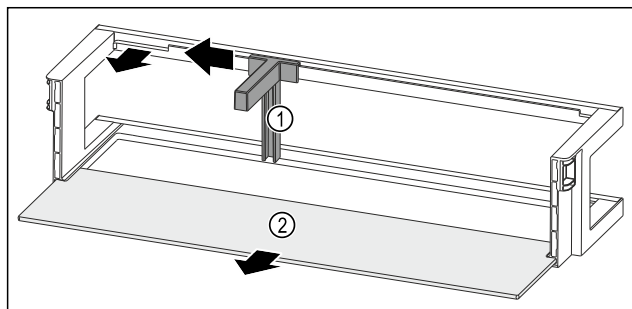

Fig. 96 Лотки на дверцятах із тримачем пляшок і полицею
- Пересуньте тримач пляшок Fig. 96 (1) убік до пазу.
- Вийміть тримач пляшок Fig. 96 (1).
- Дістаньте полицю Fig. 96 (2).